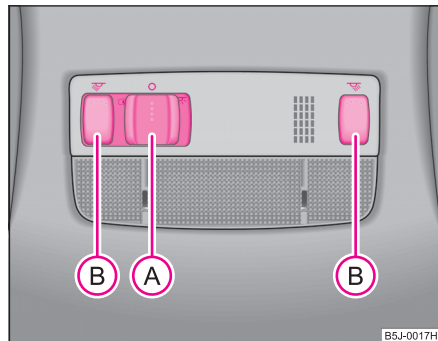

Fig. 38 Plafonul: Iluminarea interioară față
- Apăsați comutatorul **(A)** spre dreapta în poziția ⇒ fig. 38.
- Apăsați întrerupătorul **(B)** ⇒ fig. 38, pentru a aprinde sau stinge lumina de citit din dreapta, respectiv din stânga.